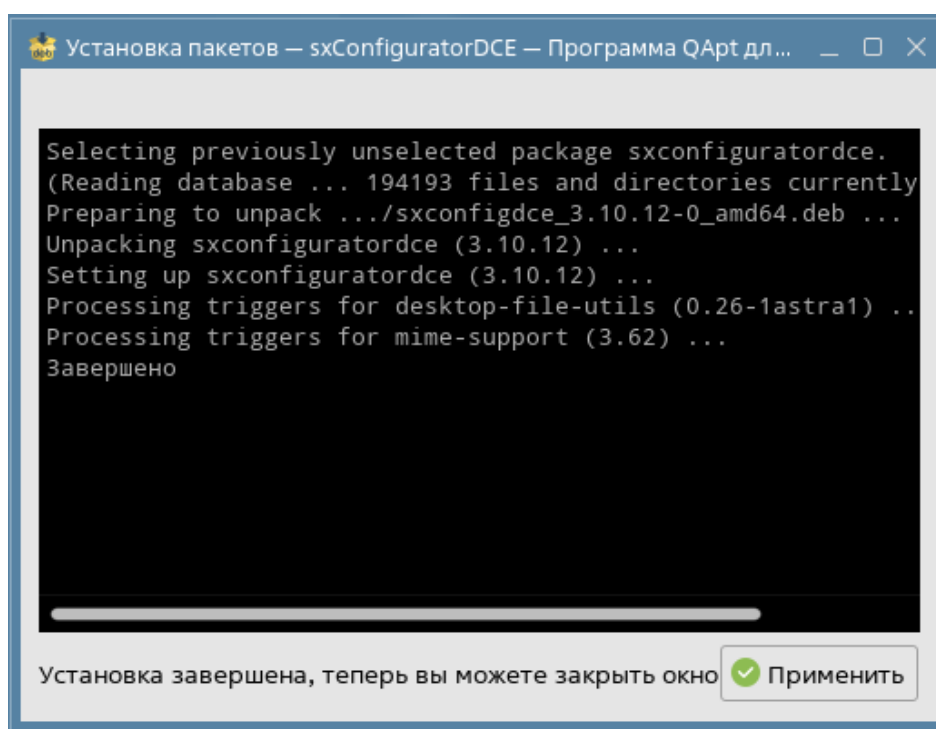

Рисунок 2.3 – Завершение установки sxConfiguratorDCE
3) после завершения установки в диалоговом окне (см. рисунок 2.3) нажать кнопку «Применить»;